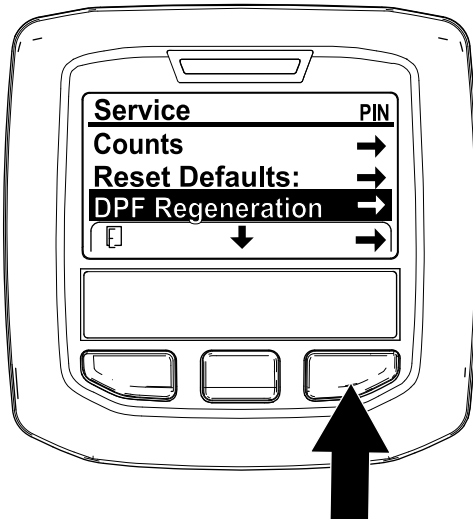

Figure 63
1. Dans le menu Entretien, utilisez le bouton central pour naviguer jusqu'à l'option DPF REGENERATION (régénération du FAP) (Figure 63).
2. Appuyez sur le bouton droit pour sélectionner l'option DPF Regeneration (Figure 63).